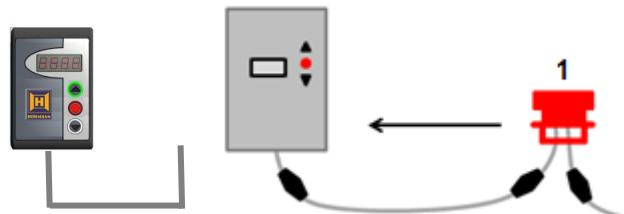

Abbildung 6: Anschluss an Torsteuerung mit Bedieneinheit TST UTH
2. Den ersten Bewegungsmelder und die TST UTH mit der Torsteuerung verbinden (Abbildung 6).